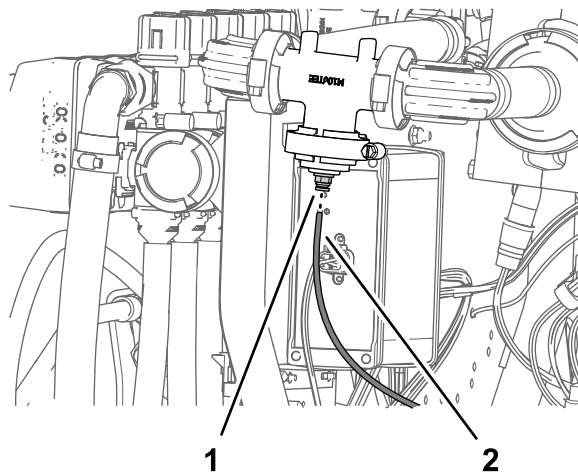

图134
接器的锁环对齐 图134。
2. 将传感管插入锁环直至管子完全入位 图134。